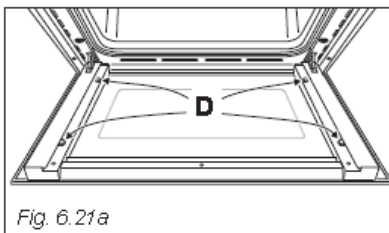

Fig. 6.21a
- a. Verifique se as quatro almofadas de borracha estão no lugar ("D" na fig. 6.21a).